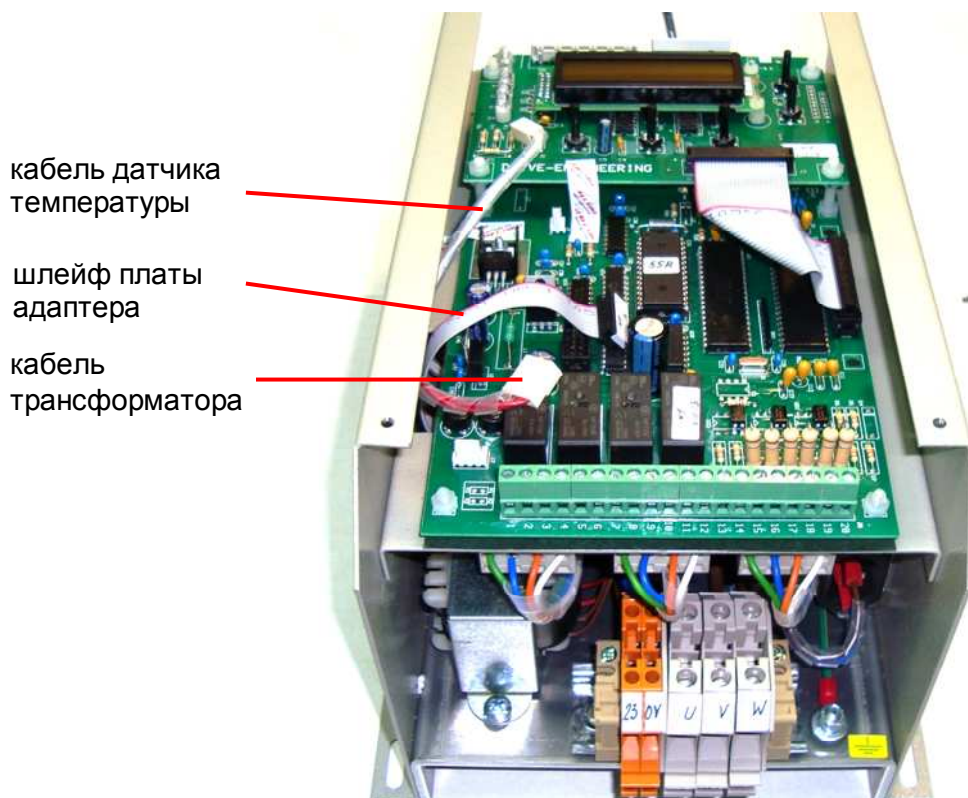

Рис. 7.16. Установка модуля управления.
7.9.1. Установить модуль управления в корпус УПП. Вставить кабели датчика тока, трансформатора в отверстие модуля и соответствующий шлейф платы адаптера (рис.7.16).